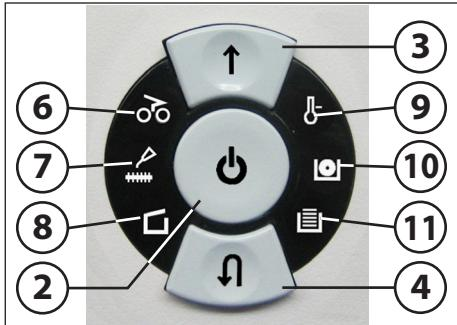

Fig. 1
3 = Pulsador de avance (Fig. 1)
4 = Pulsador de retroceso (Fig. 1)
6 = Indicador de control (Fig. 1)
- 7 = Indicador de control (Fig. 1)
- 8 = Indicador de control (Fig. 1)